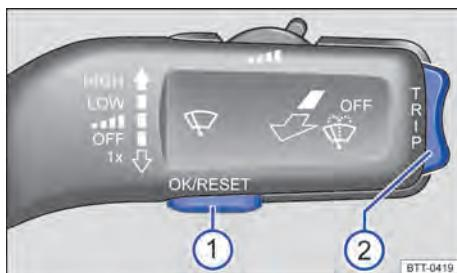

Fig. 16 À direita na coluna de direção: botões na alavanca dos limpadores do para-brisa (veículos sem volante multifunções).
Enquanto uma mensagem de advertência de prioridade 1 → Página 16 estiver sendo exibida, não será possível acessar os menus. Algumas mensagens de advertência podem ser confirmadas e ocultadas com o botão → Fig. 16 ①.
- Se uma mensagem ou o pictograma de veículo for exibido, pressionar o botão → Fig. 16 ①; se necessário, pressionar várias vezes.
- Para listar a seleção do menu → Página 19 ou para retornar ao menu principal a partir de um outro menu, manter a chave → Fig. 16 ② pressionada.
- Pressionar a chave → Fig. 16 ② até que o item de menu desejado esteja marcado.
- Para acessar um item de menu, pressionar o botão → Fig. 16 ①.
- Com a chave na alavanca dos limpadores do para-brisa → Fig. 16 ②, executar as modificações desejadas. Se necessário, manter pressionado para aumentar ou diminuir os valores mais rapidamente.
- Marcar ou confirmar a seleção com o botão **OK/RESET** → Fig. 16 ①.
- **OU:** Manter a chave → Fig. 16 ② pressionada.